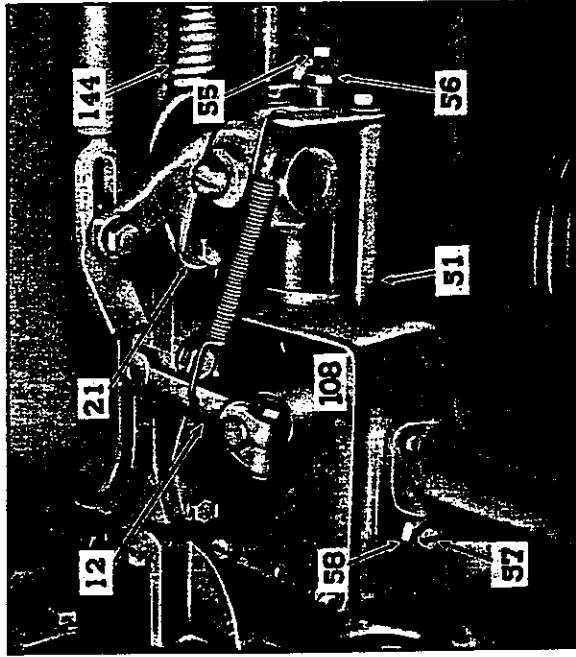

Fig. 13 - Afstelling van regelaar voor veranderlijke snelheid
1) Hulpveer nr 144 (fig. 13) van bedieningsheftboom nr 21 afhaken.
2) De 2 bouten en het kleine carter voor de regelaarveer (51) verwijderen. Tevens de veerplunjier uit het carter nemen.